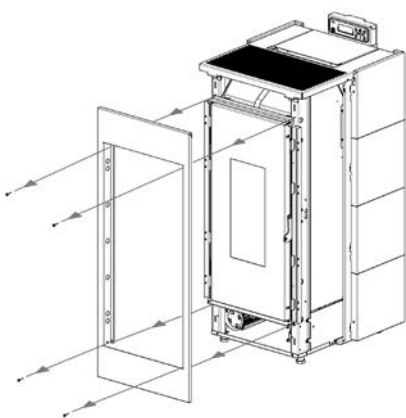

Fig. 37 - Herausnehmen der vorderen Platte
- Die vordere Platte herausnehmen: Die 4 Schrauben lösen (siehe **Fig. 37**).